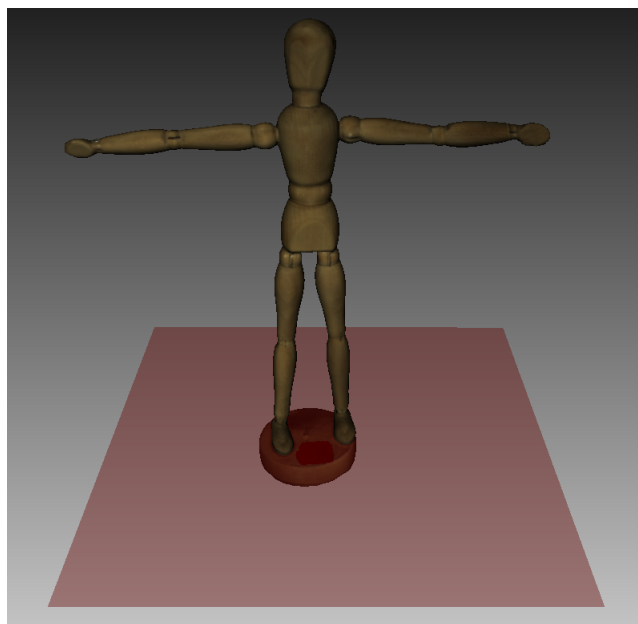

Рис. 8.11: Секущая плоскость
Отсечение плоскостью специальный режим для удаления плоских частей скана (пола, стола или основания), на которых располагается сканируемый объект. В этом режиме используется секущая плоскость, которая разделяет скан на две части: одну, которая останется, и другую, которая будет удалена (см. Рис. 8.11).
- *Отсечение плоскостью* — настройте размер инструмента (см. табл.) и закрасьте плоский участок. Как только вы отпустите клавишу мыши, появится плоскость (см. Рис. 8.11). При необходимости отрегулируйте ее уровень с помощью Колеса прокрутки, удерживая нажатыми клавиши **Ctrl+Shift**.